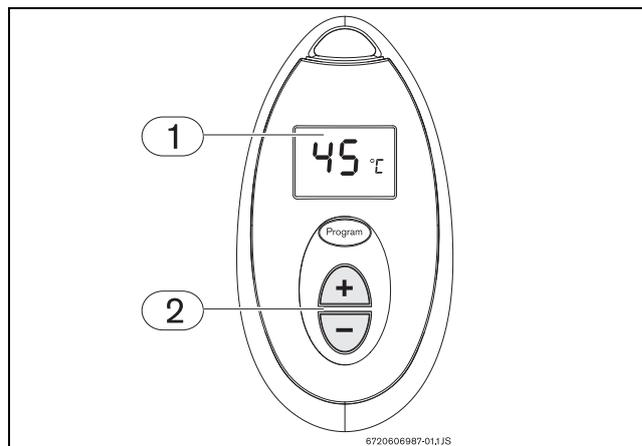

Fig. 6 Regolazione della temperatura
- Premere il tasto \oplus o \ominus sul telecomando (Fig. 6, pos. 2) fino a visualizzare la temperatura desiderata sul display del telecomando (Fig. 6, pos. 1).